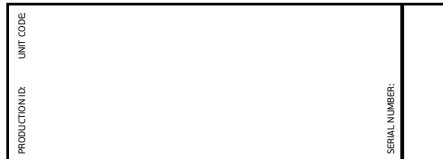

Рис. 1
**Гарантийный срок действителен для изделий, произведенных начиная с 01.10.2016 и имеющих ID установленной формы (см. рис. 1):**